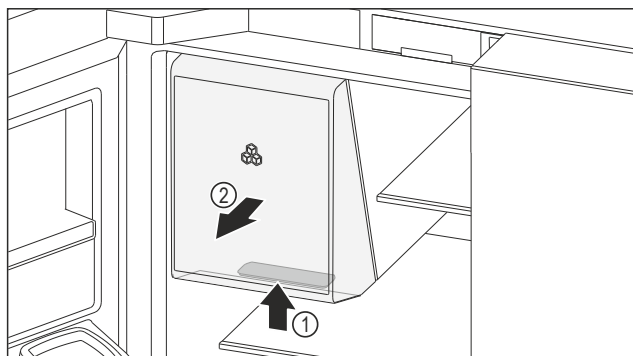

Fig. 160 Entnahme Eislagerfach
- Griffmulde Fig. 160 (1) am Eislagerfach unten greifen und Eislagerfach gleichzeitig nach vorne herausziehen Fig. 160 (2).